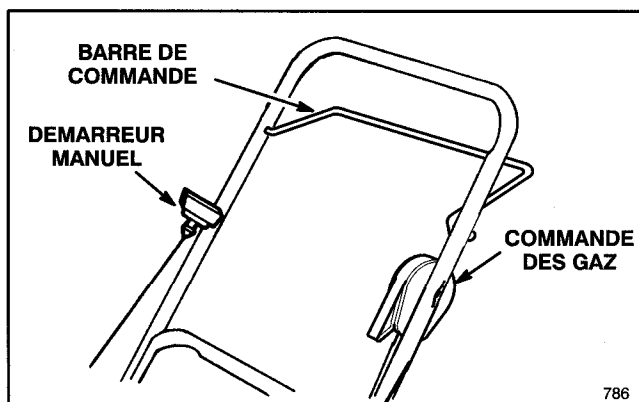

Figure 7
1. **COMMANDES**—La commande des gaz, la barre de commande et le démarreur manuel se trouvent sur le mancheron supérieur (Fig. 7).
6. **ARRÊT** (Fig. 7)—Relâcher la barre de commande et rester derrière le mancheron jusqu'à ce que le moteur et la lame cessent de tourner. Si la tondeuse est laissée sans surveillance ou ne va plus être utilisée, débrancher le fil de bougie.